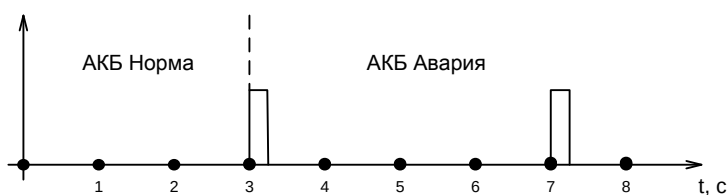

Рис. 11 Индикация разряда АКБ
3. Режим отображения состояния батареи. При отключенном кабеле источника питания, если АКБ в состоянии норма индикатор выключен, при разряде АКБ (после формирования события АКБ Авария) индикатор мигает кратковременной вспышкой один раз в четыре секунды (рис. 11).